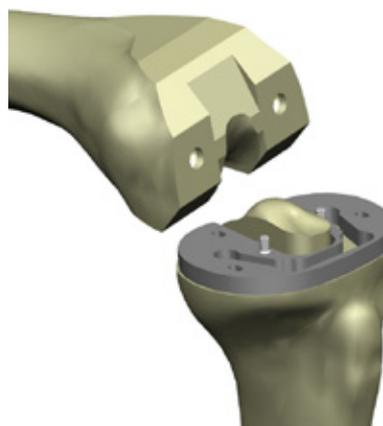

Figura 42
- 2 Utilizando SPEED PIN® de 30 mm, fije la guía de perforación tibial a la meseta tibial preparada (figura 42).